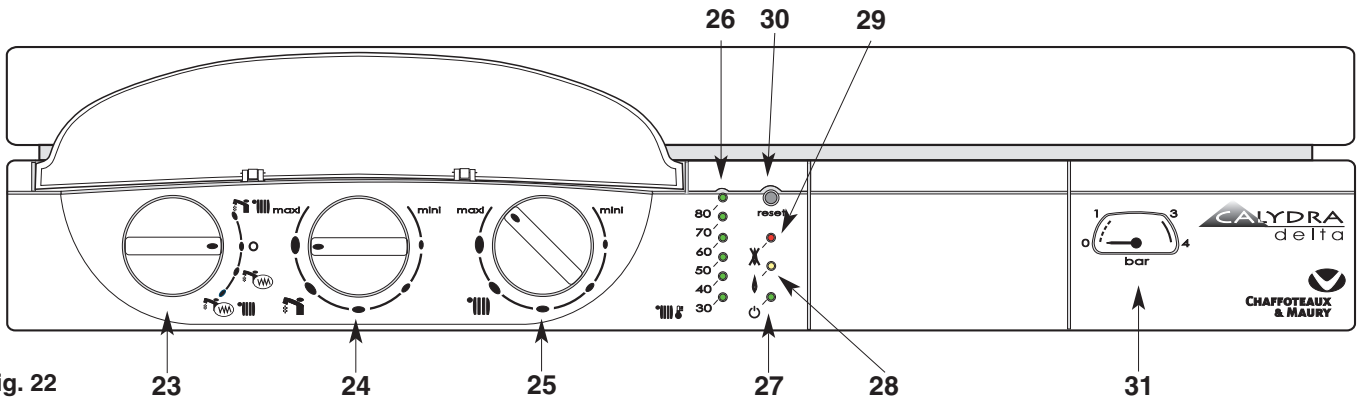

Fig. 22
Tableau de bord (fig. 22)
- Placez le commutateur **23** (fig. 22) en position  voyant vert **27** allumé ; le voyant orange **28** (fig. 22) s'allume chaque fois que le brûleur entre en fonction.
Le bouton de réglage du chauffage **25**  (fig. 22) donne la possibilité d'ajuster la température de l'eau du circuit de chauffage en fonction des besoins saisonniers.
*Ne pas oublier de le rouvrir en début de saison de chauffage, lorsque l'on remplace le commutateur **23** (fig. 22) en position  .*